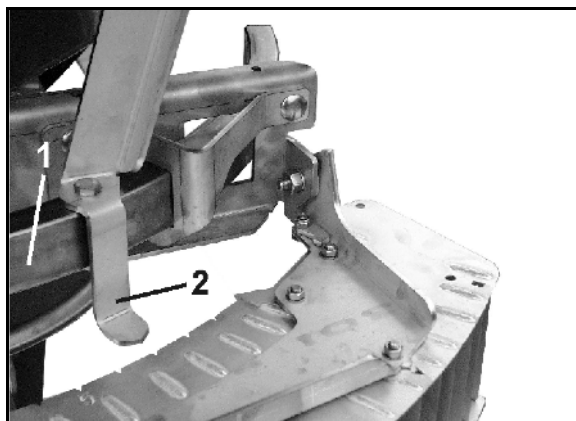

Рис. 77
2. Сдвигайте защитный экран по направляющей скобе (Рис. 77/1) до тех пор, пока стрелка (Рис. 77/2) не будет стоять на устанавливаемом значении из таблицы норм внесения удобрений (Рис. 75).